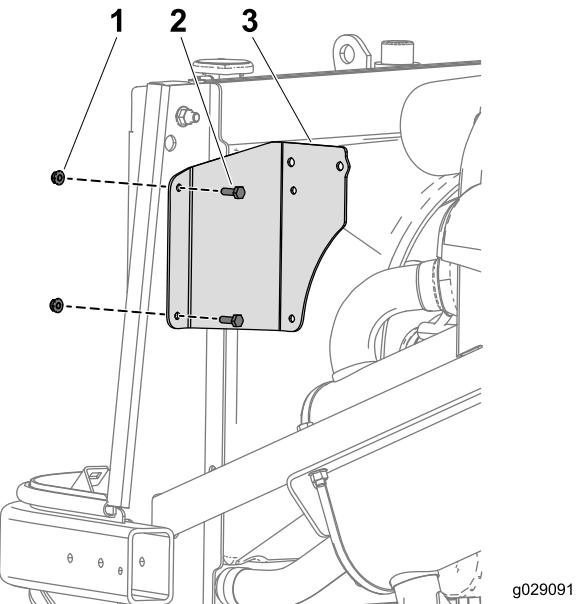

Bild 14
1. Befestigen Sie die Halterung mit zwei Schrauben ($\frac{1}{4}$ " x $\frac{3}{4}$ ") und der vorher von der Kühlerausdehnungshalterung entfernten Mutter (Bild 14).